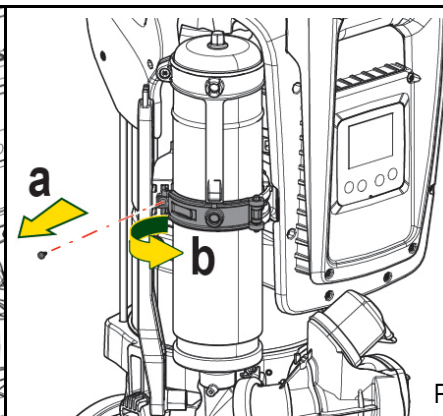

Рисунок 22
5. Снимите с помощью отвертки torx стопорный винт (Рис.22а) и откройте стопорный хомут (Fig.22b, два защелкивающихся крючка и поверните его на петлях).